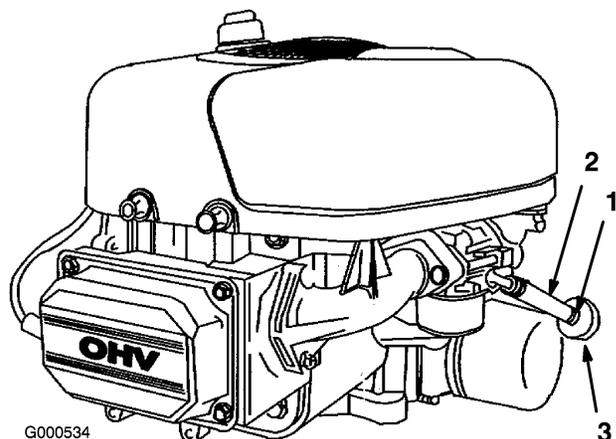

Figura 29
4. Premete le estremità delle fascette stringitubo ed allontanatele dal filtro (Figura 29).
6. Montate un nuovo filtro ed avvicinate le fascette stringitubo al filtro (Figura 29).